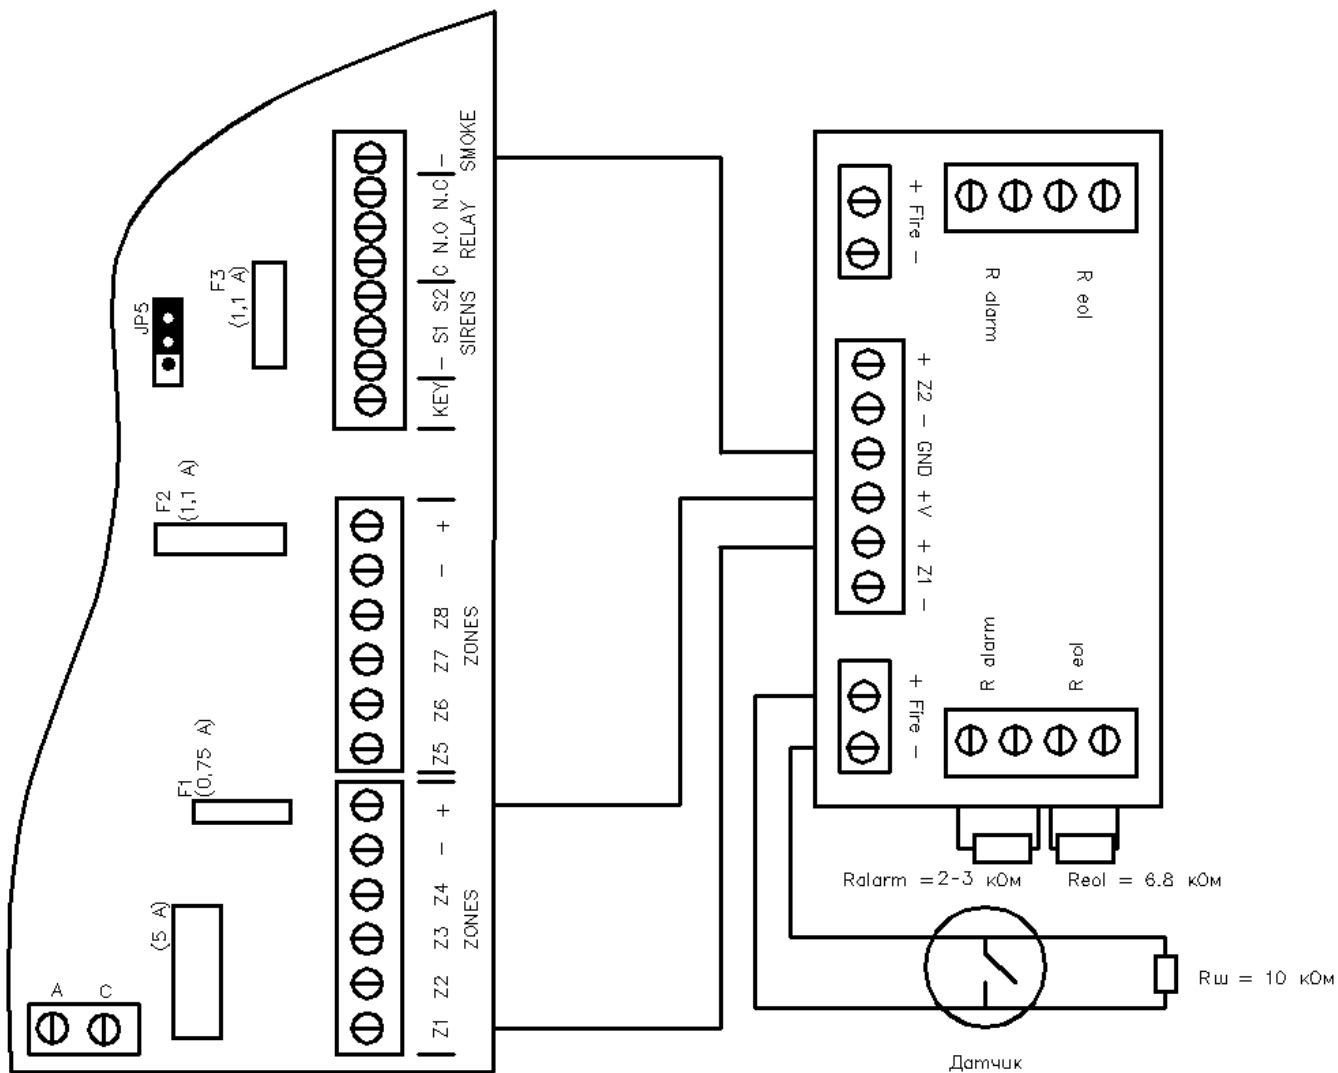

Рисунок 9 - Формирование шлейфов нормально разомкнутых пожарных датчиков при помощи ПСШ-2 со схемой подключения «один резистор в шлейфе»
**Второй шлейф датчиков подключается аналогично первому, показанному на рис. 9 и 10.**